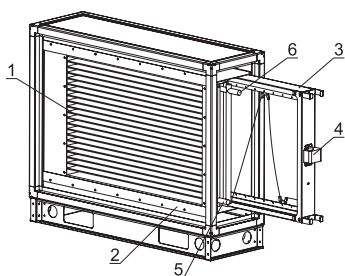

Рисунок 10
Водяной воздухонагреватель (рис.10) предназначен для нагрева воздуха и представляет собой медно-алюминиевый теплообменник (1), поверхность нагрева которого образована